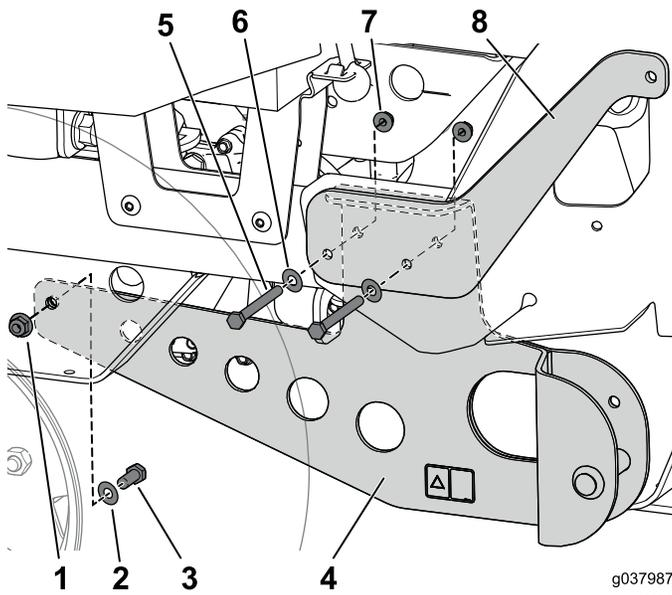

Bild 13
- Befestigen Sie die Schraube (1"), Scheibe und Bundmutter, mit denen die Befestigung des Heckfangsystems an der Getriebebefestigung befestigt ist (Bild 13).
- Fluchten Sie die Löcher in der Befestigung des Heckfangsystems mit den zwei Schrauben aus, die Sie vorher eingesetzt haben, und befestigen sie mit den zwei Bundmuttern (Bild 13).